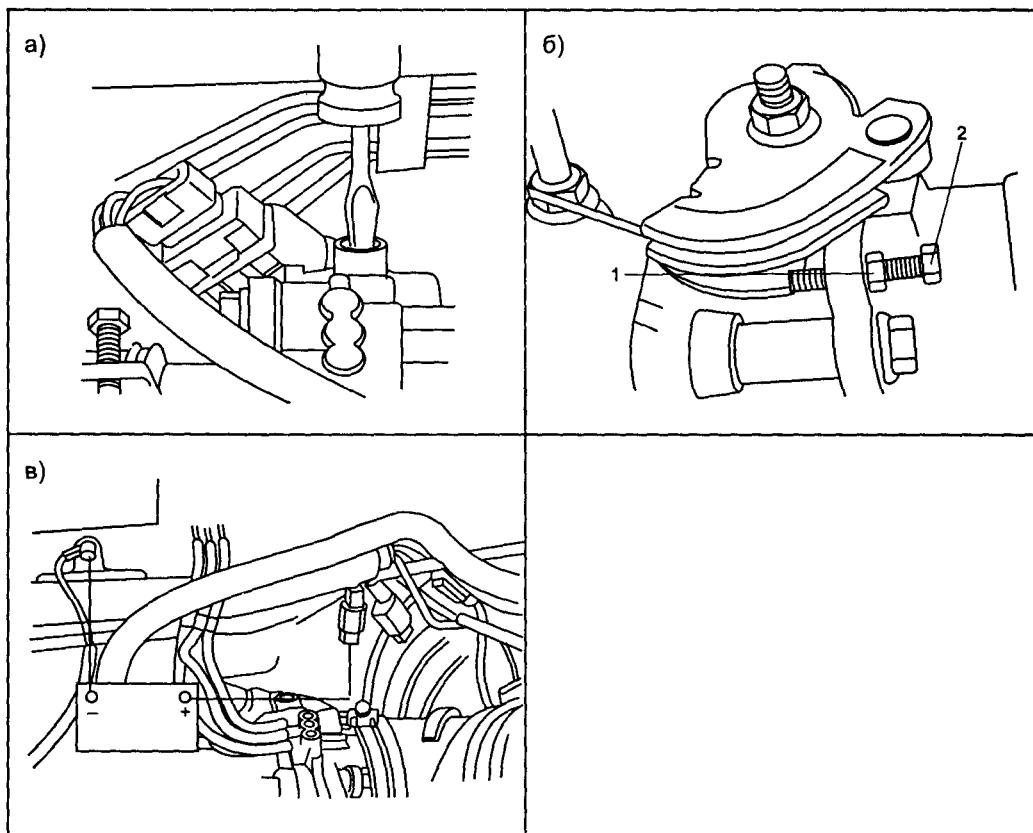

Рис. 2.6.9. Исходные регулировки и топливная система
- с помощью регулировочного винта (см. рис. 2.6.9а) регулируют х.х;
- освобождают дроссель от троса газа и ослабляют стопорную гайку стоп-винта дроссельной заслонки (см. рис. 2.6.9б);
Подают напряжение +12 В на контакт сервисного разъема Х63 (см. рис. 2.6.9в), топливный насос должен работать, если этого нет — проверяют монтажные соединения в зоне топливopриемника (разъем насоса в лючке под задним сиденьем).